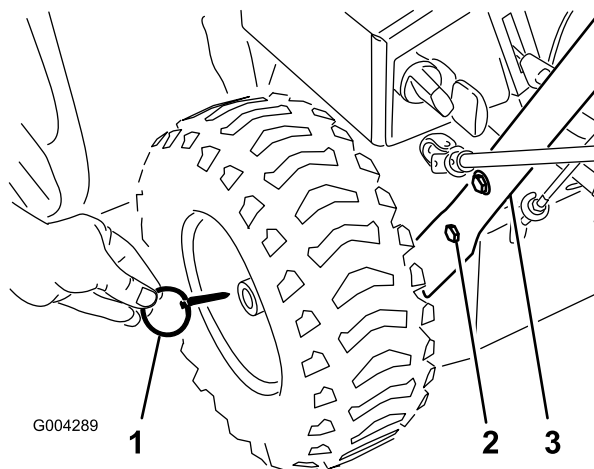

Bild 3
- Entfernen Sie die Achszapfen an beiden Rädern (Bild 3) und schieben die Räder ungefähr 2,5 cm auf der Achse nach außen.
- Richten Sie die Löcher auf der linken Seite des Griffs mit den Löchern in der linken Seitenplatte aus und ziehen Sie den Griff mit zwei Kopfschrauben und Wellenscheiben mit der Hand an (Bild 3).